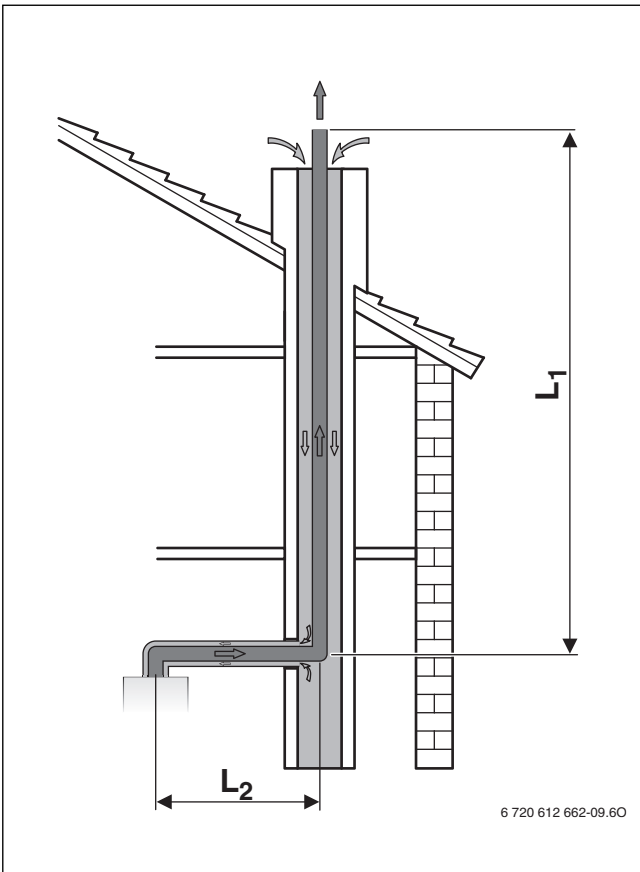

Fig. 25 Condotto di scarico combusti tramite cavedio secondo C₉₃
- Se l'adduzione dell'aria comburente attraverso il cavedio avviene in controcorrente (→ fig. 25), il cavedio deve essere pulito.